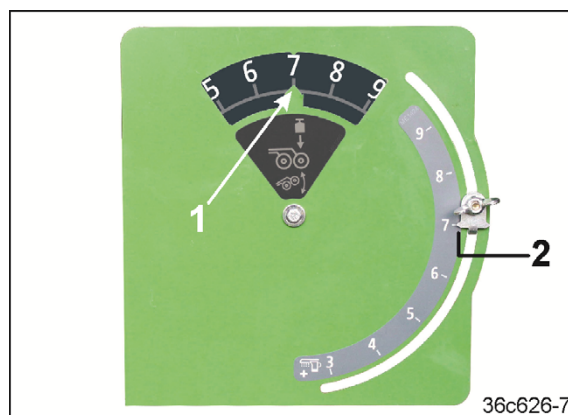

Fig. 187
- Viseren (Fig. 187/1) viser det aktuelle labbtrykket.
- Ved tilsvarende viserstilling (Fig. 187/2) økes såmengden, se kapittel 8.7.2.